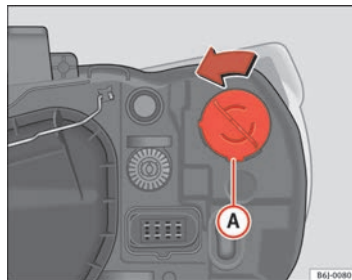

Fig. 138 Luce indicatore di direzione faro singolo
- Ruotare il portalamпада ⇒ fig. 138 A verso sinistra e tirare.